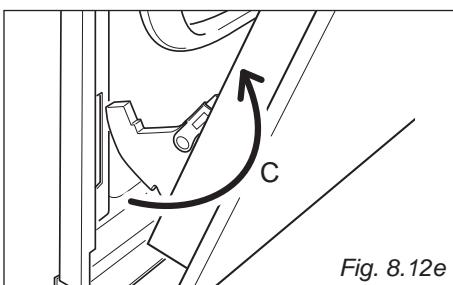

Fig. 8.12e
- Retirez les crochets de charnière de leur emplacement en suivant la flèche "C" (fig. 8.12e).